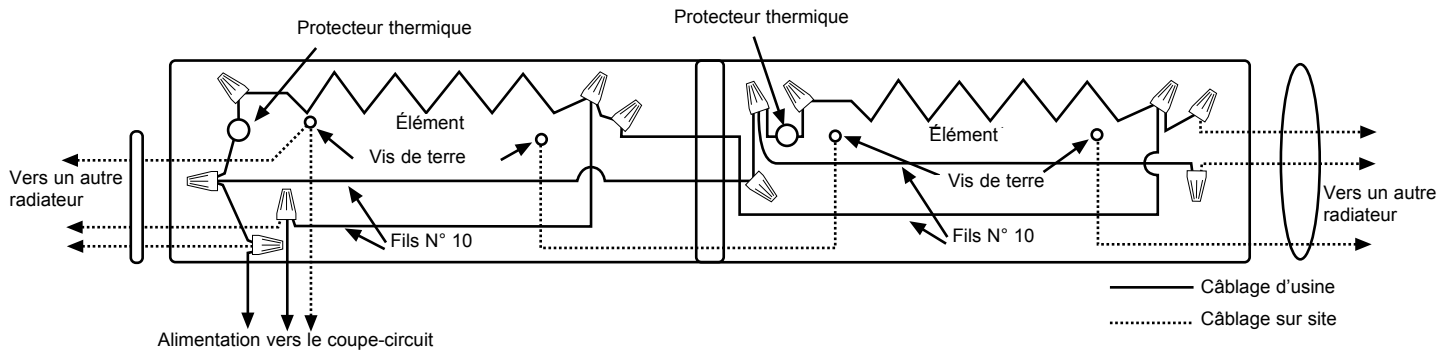

Fig. 7
- En suivant le schéma de câblage fixé sur le radiateur, effectuez les raccordements électriques. Référez-vous à la Figure 7 pour le branchement en parallèle avec d'autres radiateurs. La mise à la terre des autres radiateurs se fait en branchant un cavalier (non fourni) entre les deux radiateurs adjacents.
**REMARQUE IMPORTANTE :** Ces radiateurs sont fournis avec un limiteur de sécurité intégré (protecteur thermique – voyez la Figure 7) pour couper automatiquement le radiateur s'il est obstrué ou entre en surchauffe suite à une condition anormale; En fonctionnement normal, les radiateurs ne doivent pas subir de coupure par ce dispositif de sécurité. Si cela se produisait, vérifiez l'installation du radiateur pour vous assurer que des écartements adéquats sont respectés et que la libre circulation de l'air autour du radiateur n'est pas entravée. Si le radiateur continue d'avoir des coupures par le dispositif de sécurité, cessez de l'utiliser avant qu'il ait été inspecté et/ou réparé par un électricien qualifié.